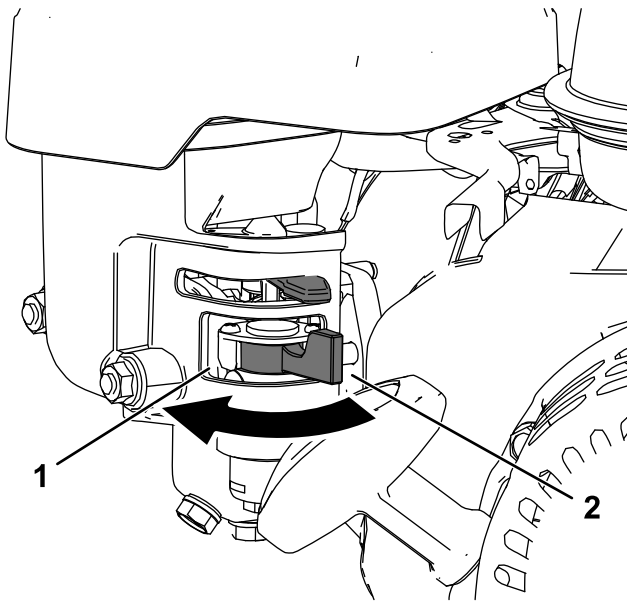

Figura 11
- Para abrir a válvula de combustível, rode o manípulo da válvula de corte de combustível na direção do manípulo do arranque manual com cordão (Figura 11).
- Para fechar a válvula de combustível, rode o manípulo da válvula de corte de combustível afastando-o do manípulo do arranque manual com cordão (Figura 11).